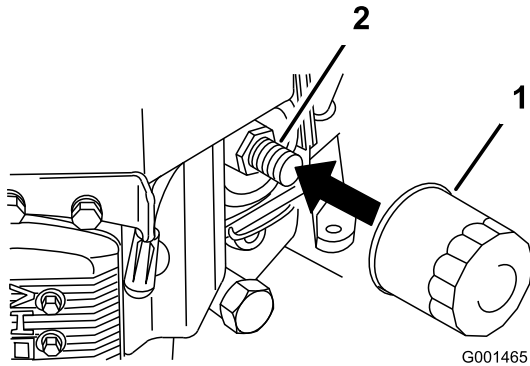

Bild 37
2. Entfernen Sie den alten Filter (Bild 37).
3. Ölen Sie die Gummidichtung am Ersatzfilter leicht mit Frischöl ein (Bild 37).
4. Montieren Sie den Ersatzölfiter am Filterstutzen. Drehen Sie den Ölfiter nach rechts, bis die Gummidichtung den Filterstutzen berührt. Ziehen Sie den Filter dann um eine weitere 3/4 Drehung fest (Bild 37).